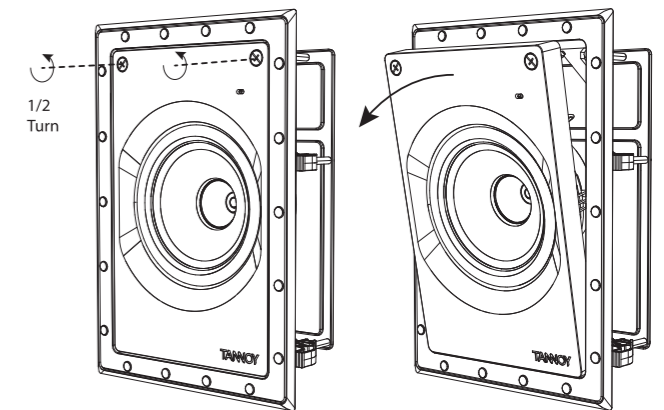

Fig. 4. Removing the Loudspeaker Assembly from the Frame
- Die Lautsprecherleitblechbaugruppe wird innerhalb des Rahmens geliefert und sollte wie folgt entfernt werden: Lösen Sie die beiden Schrauben weniger als eine halbe Umdrehung und kippen Sie die Baugruppe dann aus dem Rahmen heraus (Abb. 4). Bewahren Sie es an einem sicheren, trockenen Ort auf, bis es zur Installation bereit ist.